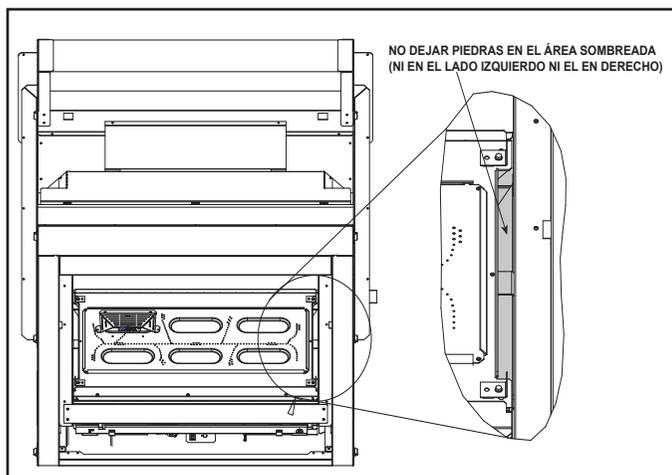

Figura 9.9 Sin piedras vítreas en el hueco
1. Coloque las piedras vítreas de manera uniforme sobre la bandeja base y encima de la parte superior del quemador. No obstruya el área abierta cerca del vidrio refractario. Esta área debe quedar libre para permitir un flujo de aire apropiado. Vea la Figura 9.9.
AVISO: Debe tener cuidado de no colocar piedras vítreas entre los bordes izquierdo y derecho de la bandeja y la cámara de combustión. Bloquear este espacio puede causar un aspecto indeseable en la flama. Vea la Figura 9.9.